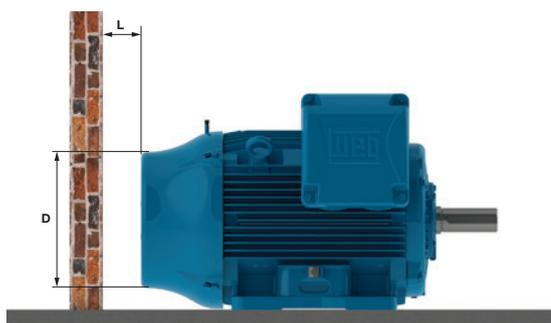

Рисунок 7.1- Минимальное расстояние до стены
- Убедиться в том, что входные и выходные отверстия системы воздушного охлаждения ничем не закрыты. Минимальное расстояние до ближайшей стены (L) должно составлять не менее $\frac{1}{4}$ от диаметра кожуха вентилятора (D), см. Рисунок 7.1. Температура воздуха на входе должна соответствовать температуре окружающей среды.